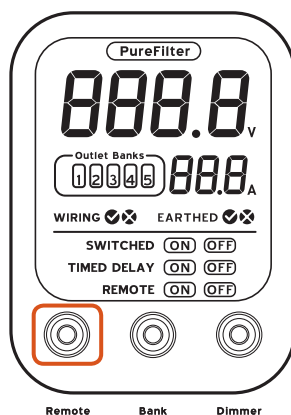

Fig. 3b
- B. Prima o botão “Remoto” que se encontra na zona dianteira da consola de alimentação para activar a função remota. No ecrã LCD deve surgir a indicação “REMOTO LIGADO”. (Fig. 3b)